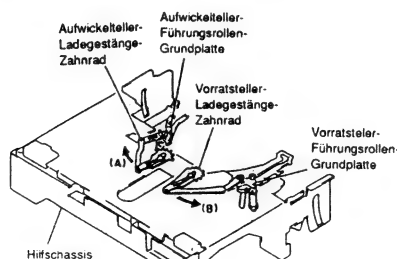

Abb. 2-57
- 1) Das Aufwickelteller-Ladegestänge-Zahnrad um 180° in Richtung des Pfeiles (A) drehen (siehe Abb. 2-57).
- 1) Das Vorratstellers-Ladegestänge-Zahnrad um 180° in Richtung des Pfeiles (B) drehen (siehe Abb. 2-57).
- 1) Die Aufwickelteller-Führungsrollen-Grundplatte entfernen (siehe Abb. 2-57, 2-58).
- 1) Die Vorratstellers-Führungsrollen-Grundplatte entfernen (siehe Abb. 2-57, 2-58).